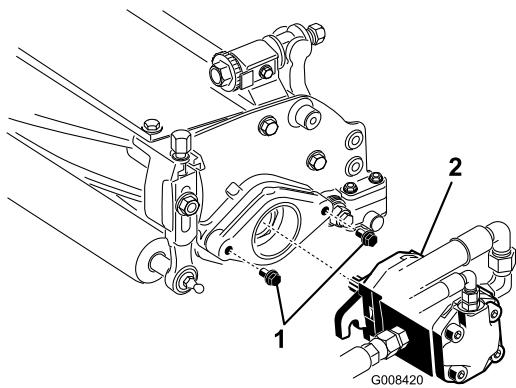

Figura 18
- Coloque los tornillos de montaje del motor de tracción del molinete en cada unidad de corte. Deje expuesta $1/2$ pulgada (13 mm) aproximadamente de rosca en cada tornillo de montaje (Figura 18).
- Recubra de grasa limpia el eje del motor e instale el motor girándolo en el sentido de las agujas del reloj de manera que las bridas del motor no choquen con los pernos. Gire el motor en el sentido contrario a las agujas del reloj hasta que las bridas se enganchen en los pernos (Figura 18).
- Apriete los pernos de montaje** (Figura 18).